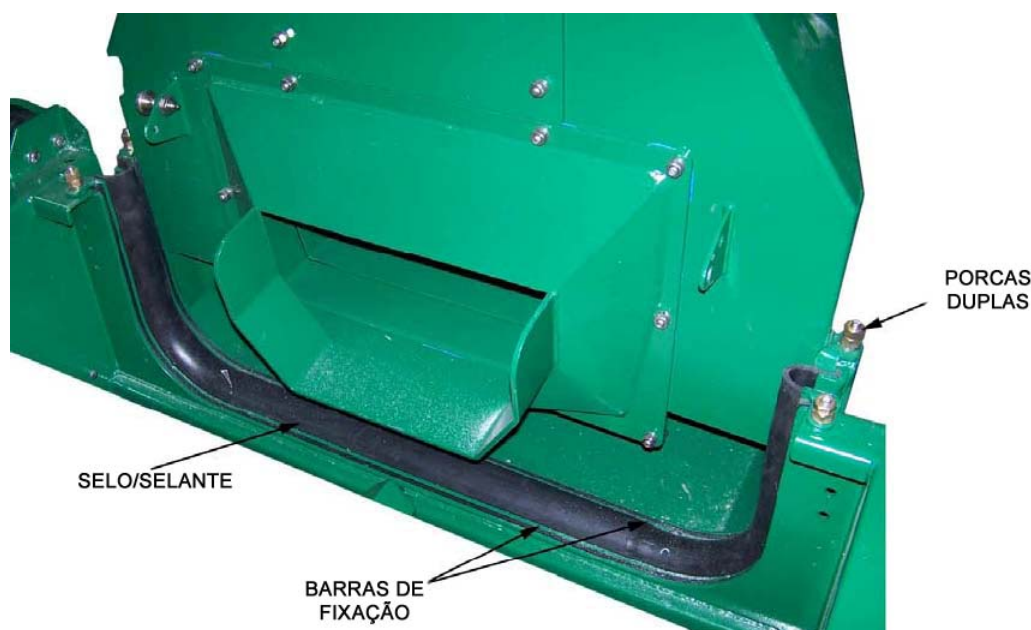

Figura 5-6 Instalação do Retentor do Alimentador
5. Anote a localização e número das arruelas grossas sob as barras de retenção nos seus pontos de fixação e, então, remova as porcas e arruelas que prendem ambos os lados das barras de retenção no chassis de tela e alimentador (Figura 5-6). Levante e remova o conjunto de retenção das vigas.